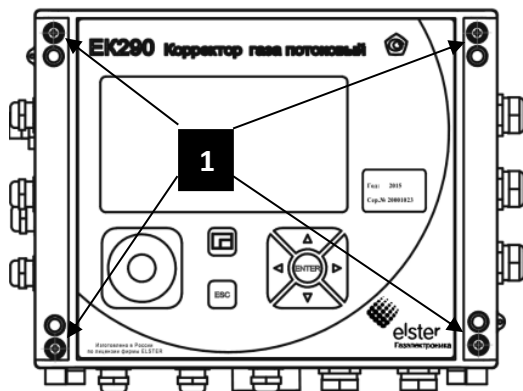

Рисунок 16
- 1 Закройте крышку ЕК290, используя винты (рисунок 16: **1**).